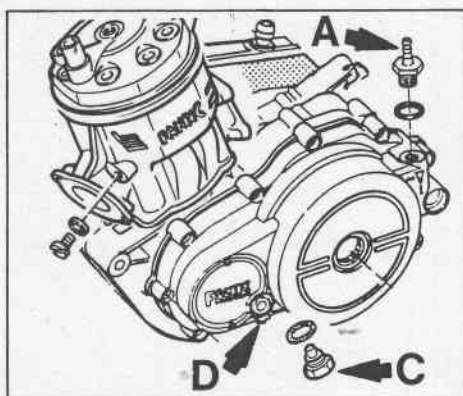

Fig. 11 - Sostituzione olio cambio.
- togliere il tappo di carico dell'olio posto sulla parte superiore sinistra del motore (A fig. 11); svitare la vite di scarico olio posta sotto il motore (C fig. 11);
- versare dal tappo di carico (fig. 11) 500 cc. di olio cambio **CASTROL EP 80W/80**. Per sapere l'esatta quantità di olio da versare se non disponete di un contenitore graduato, controllare l'oblò (D fig. 11), fino a quando l'olio non abbia raggiunto il livello massimo;
el motore (A fig. 11);
o (fig. 11) 500 cc. di